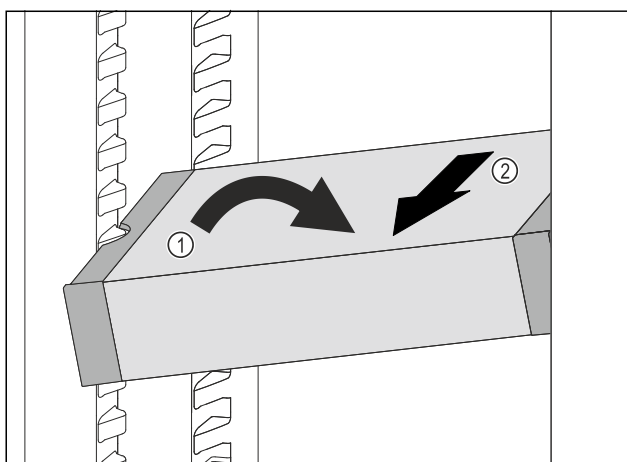

Fig. 120
- ▶ Встановити VarioSafe під кутом в охолоджувальному відділенні. Fig. 120 (1)
- ▶ Витягнути VarioSafe вперед. Fig. 120 (2)